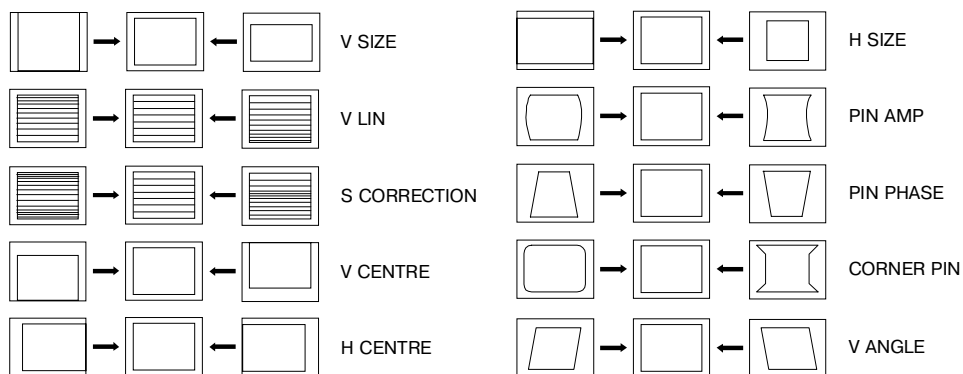

Рис. 3.28. Регулировка геометрии раstra
- Регулируя каждый параметр из меню GEOMETRY, добиться оптимальной геометрии раstra (рис. 3.28).